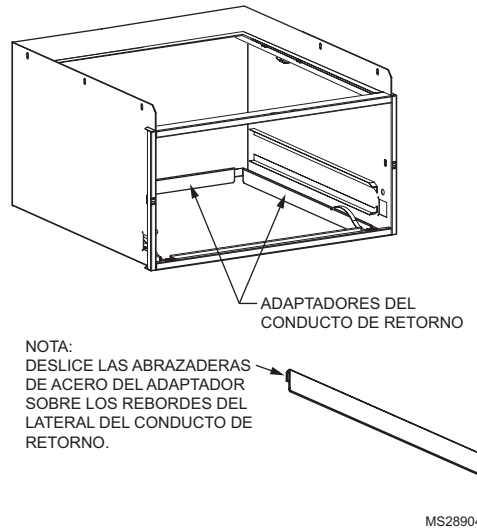

Fig. 6. Uso de los adaptadores del conducto de retorno para los modelos FH8000A.
- e. Utilice los adaptadores del conducto de retorno incluidos para fijar el conducto de retorno (ver Fig. 6).